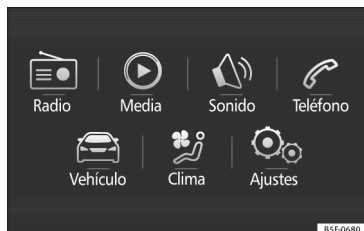

Fig. 34 Easy Connect: Menú principal.
- Pulse la tecla **MENU** del sistema y posteriormente el botón **CAR** »» fig. 34, o la tecla **CAR** del sistema, para ir al menú **CAR** »» fig. 35.